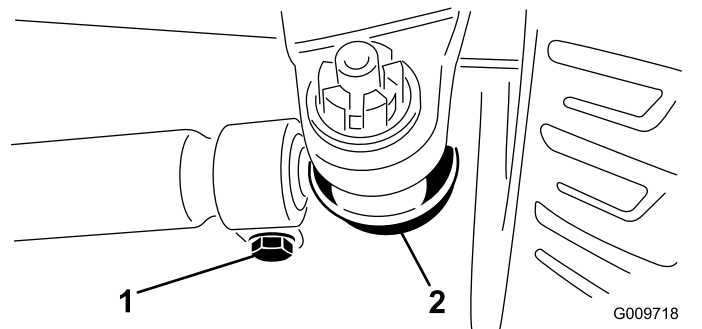

Figura 111
3. Per regolare la convergenza, togliete la coppia e il dado da uno dei giunti a sfera del tirante (Figura 111).
5. Allentate i fermi su entrambe le estremità dei tiranti (Figura 111).